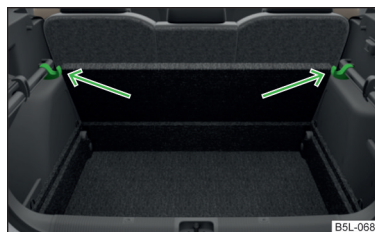

Fig. 88
- Sprijiniți podeaua variabilă de cârligele rabatate în jos » fig. 88. ■